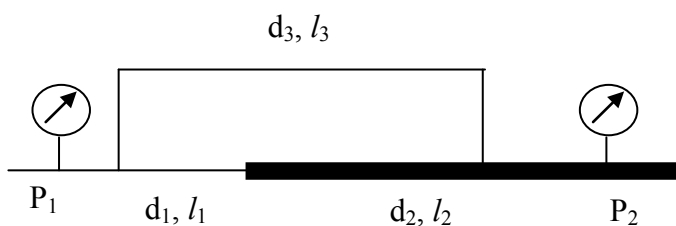

Рисунок 9.3
**9.2.2** Визначити витрати на кожній з ділянок у новому сталевому звареному трубопроводі, що складається з трьох ділянок, дві з яких з'єднані (ZZ) послідовно, а третя йде паралельно їм (рис. 9.3). Діаметри ділянок  $d_1 = 20$  мм,  $d_2 = 40$  мм. Довжина ділянки  $L_2 = 100$  мм. Втрати на місцевих опорах становлять 20% від втрат на тертя. Різниця тисків ( $P_1 - P_2$ ) на кінцях трубопроводу дорівнює  $\Delta P$ .